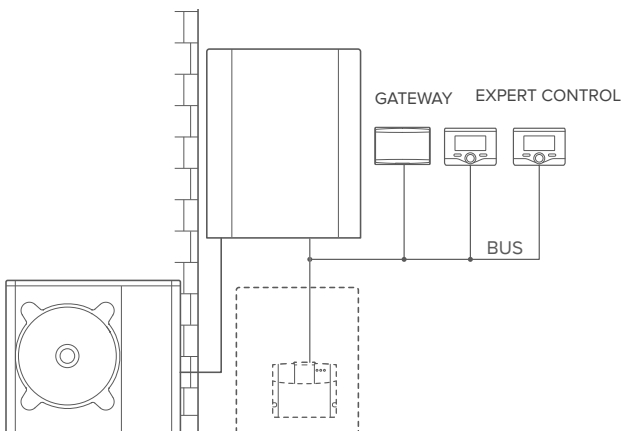

рис.4
- Исходная ситуация (рис. 4)
Необходимые действия (рис. 4):